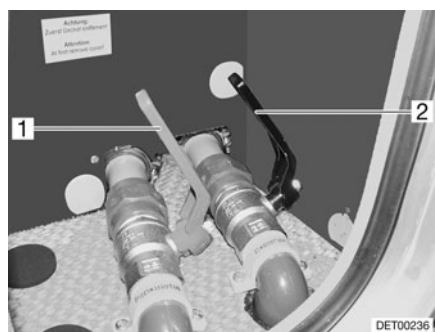

Fig. 211 Llave de desagüe en el doble fondo
La llave de desagüe (Fig. 211,1) está integrada en el doble fondo. La llave de desagüe está identificada con el rótulo "Wasser" (Agua).
- Abrir la llave de desagüe (Fig. 211,1). Se vacía el agua.